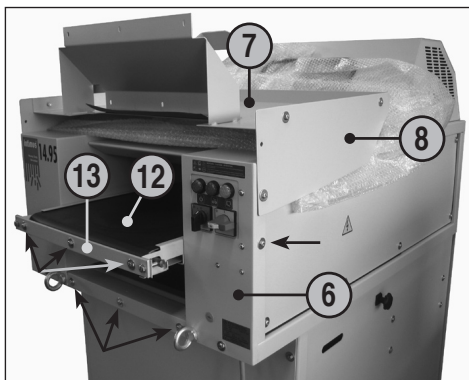

Abb. 1
- 6 = Gehäuse (Abb. 1, 2, 4)
- 7 = Tisch (Abb. 1, 2, 4, 5, 6)
- 8 = Schutzblech (Abb. 1, 2, 4)
- 12 = Transportband (Abb. 1, 2)
- 13 = Transportbandhalterung (Abb. 1)
POSITIONIEREN DES TISCHES (7) (Abb. 1, 2 und 3):
1. Die jeweils 3 Schrauben mit Unterlegscheibe an der Gehäuse-Vorderwand (6) und an der Stirnseite der Transportbandhalterung (13) sowie jeweils die eine Schraube unterhalb des Schutzbleches (8) auf beiden Seiten abschrauben (siehe Pfeilmarkierungen Abb. 1).